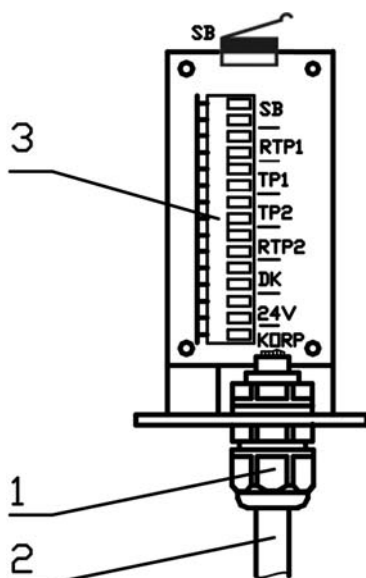
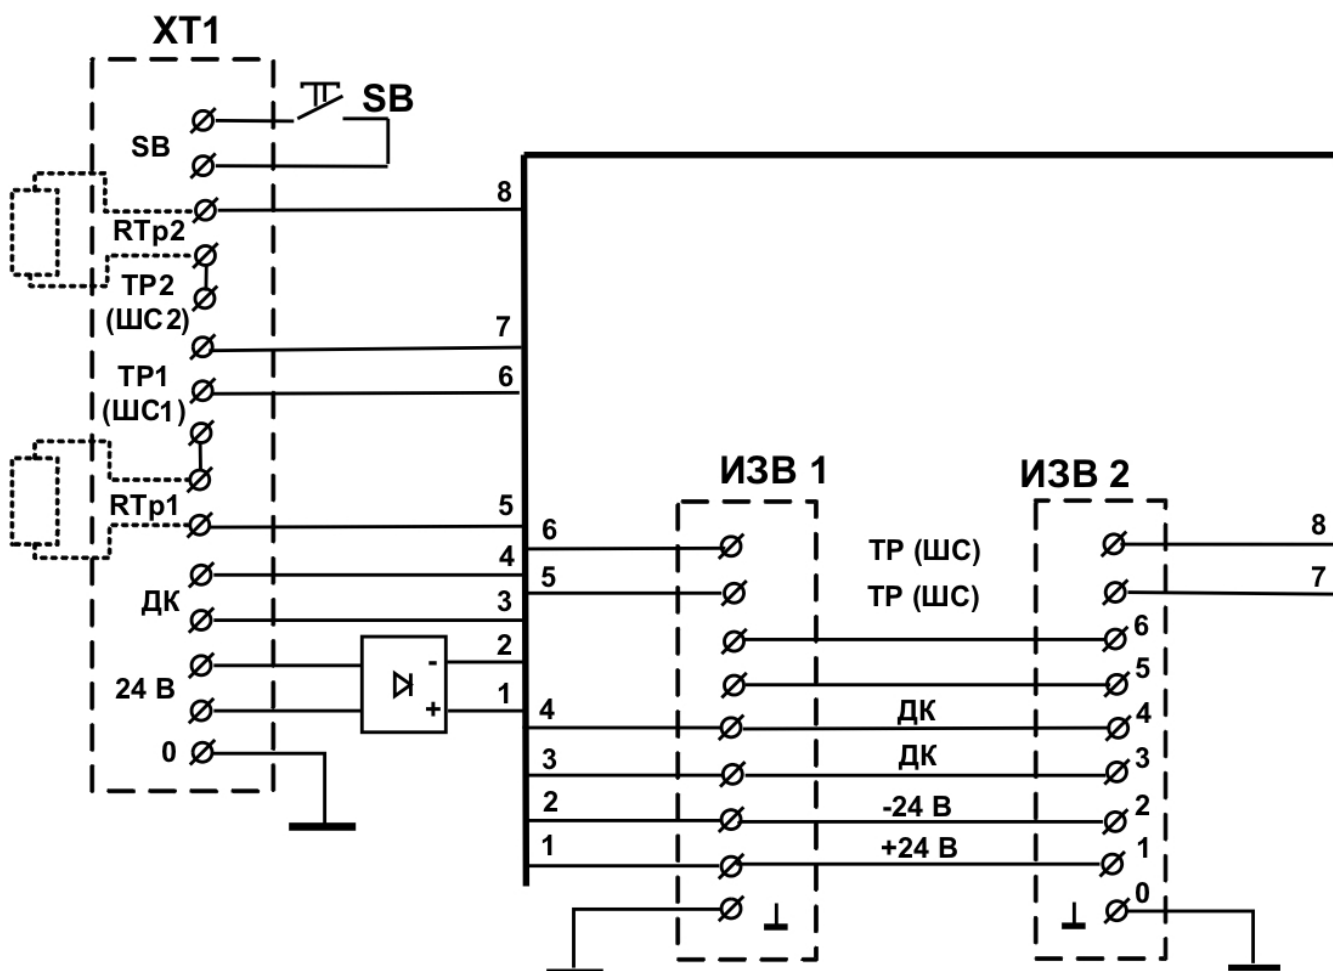

Рис.10.13
Рис.10.15
10.3.12 Выкрутить на несколько оборотов зажимную гайку 1 (рис. 10.13) до освобождения отверстия кабельного ввода.
10.3.14 С помощью зажимной гайки 1 (рис. 10.13) надежно зафиксировать кабель 2.
10.7.1 В соответствии с электрической схемой проекта произвести подключение проводников кабеля связи (с ППК или концентратором) к контактам зажимов расположенным на обратной стороне шасси (см. рис. 10.13, рис. 10.15). В зажимы «RTP1» и «RTP2» установить контрольные резисторы. Пары контрольных проводов от ППК